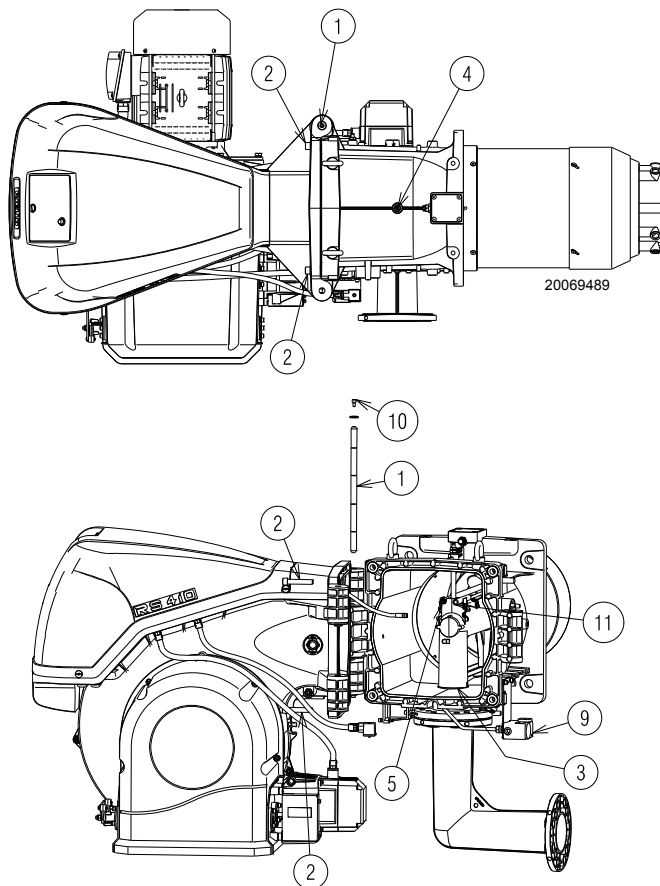

Fig. 14
Il bruciatore esce dalla fabbrica predisposto per l'apertura verso sinistra, mantenendo quindi il perno 1)(Fig. 14) in sede. Per l'apertura del bruciatore verso sinistra procedere come segue:
- A** Scollegare la spina/presa 9)(Fig. 14) del pressostato gas di massima;
- D** Aprire il bruciatore completamente come in Fig. 14;
Per l'apertura del bruciatore dal lato opposto, prima di togliere il perno 1)(Fig. 14), verificare che le 4 viti 2) siano serrate.
Scollegare la presa 9 (Fig. 14) del pressostato gas di massima, poi procedere come sopra descritto al punto C).